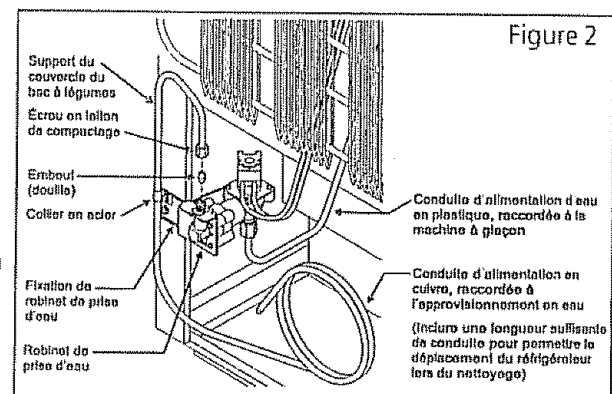

Figure 2
- 4 Faire glisser l'écrou à compression en laiton puis la bague d'extrémité (douille) sur tel qu'illustré à la figure 2.